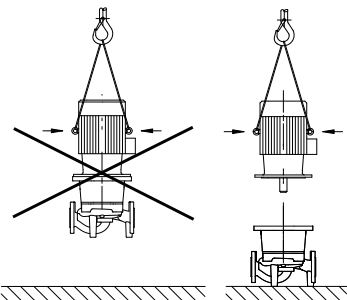

рис. 5: Стрповка мотора
- Проушины для транспортировки на моторе служат только для транспортировки мотора, транспортировка всего насоса с их помощью недопустима (рис. 5).